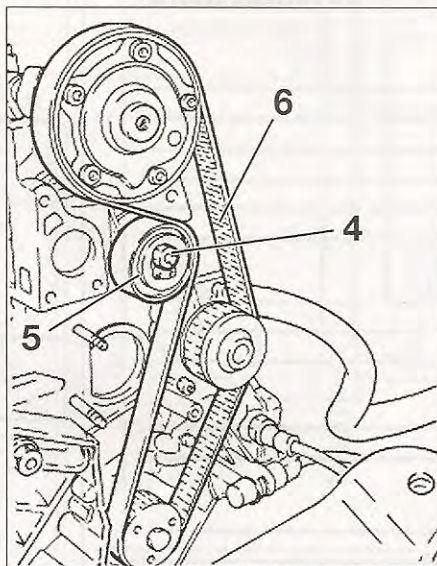
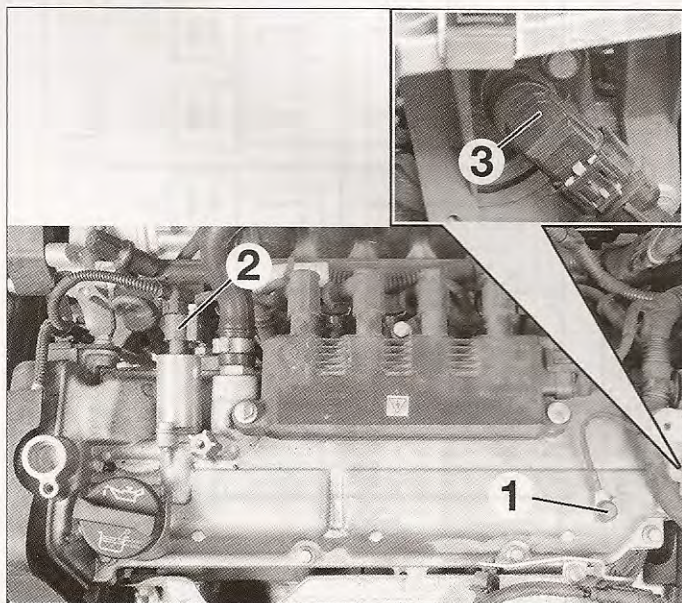

FIG. 4
FIG. 3
- Desatornillar la masa (1) de la tapa de culata (fig. 3).
- Desconectar el conector (2) de la electroválvula de mando del variador de calado de distribución.
- Desconectar el conector del captador posición de eje de levas (3).
- Desatornillar la tuerca (4) del rodillo tensor (5) de correa de distribución (6) (fig. 4).
- Desmontar la correa de distribución (6).